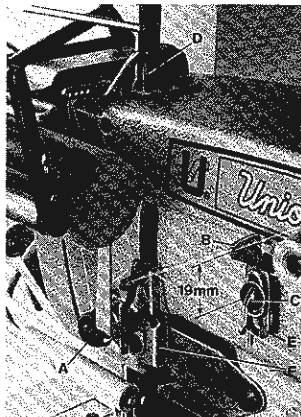

Fig.49
Thread the machine (see Fig. 6). Set the tension for the needle threads to produce uniform stitches on the undersurface of the fabric. The tension applied to the looper thread should be very slight and just sufficient to steady the thread. The tension applied to the spreader thread on pretension (A, Fig. 49) on bed above the needle holder should be half as strong as the tension applied right on the thread tension assembly.
Set the needle thread frame eyelet (B, Fig. 49) 19 mm (3/4 in.) above the center of mounting screw (C). Lower it for more needle thread, raise it for less needle thread in the stitch.
Fädeln Sie die Maschine ein (siehe Fig. 6). Stellen Sie die Spannung für die Nadelfäden so ein, daß auf der Unterseite des Stoffes ein gleichmäßiger Stich gebildet wird. Stellen Sie die Greiferfadenspannung gerade so stark ein, daß der Faden ganz leicht gespannt ist und gleichmäßig abläuft. Die Spannung für den Legfaden soll an der Vorspannung (A, Fig. 49) am Gehäuse oberhalb des Nadelhalters etwa halb so groß sein wie die Spannung rechts an der Fadenspannung.
Stellen Sie die Nadelführung am Gehäuse (B, Fig. 49) 19 mm hoch zur Mitte der Befestigungsschraube (C) ein. Tieferstellen ergibt mehr, höherstellen weniger Nadelfaden in der Naht.
Set the height of spreader thread pull-off eyelet (F, Fig. 49) to have pulled-off just sufficient thread for an exact stitch formation. Raise the pull-off eyelet for a looser spreader thread and lower it for a tighter spreader thread. Set spreader thread frame eyelet (F, Fig. 49) so that the spreader thread forms a horizontal straight line between eyelet (E) and pull-off eyelet (F).
Stellen Sie die Legfaden-Abzugsführung (F, Fig. 49) in der Höhe so ein, daß gerade soviel Faden abgezogen wird, wie zur Bildung einer exakten Naht benötigt wird. Höherstellen der Abzugsführung ergibt einen loseren und tieferstellen einen straffer angezogenen Legfaden. Montieren Sie die Legfadenführung (E, Fig. 49) am Gehäuse so, daß der Legfaden zwischen Führung (E) und Legfaden-Abzugsführung (F) eine waagerechte, gerade Linie bildet.